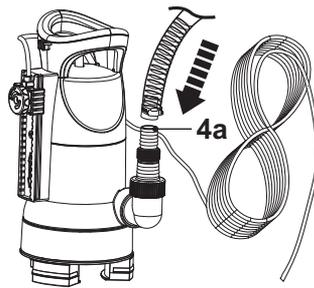

Fig. 2
- Poser un tuyau de diamètre approprié (non fourni) au connecteur (4a) et le fixer avec un collier de serrage (non fourni) (Fig. 2).